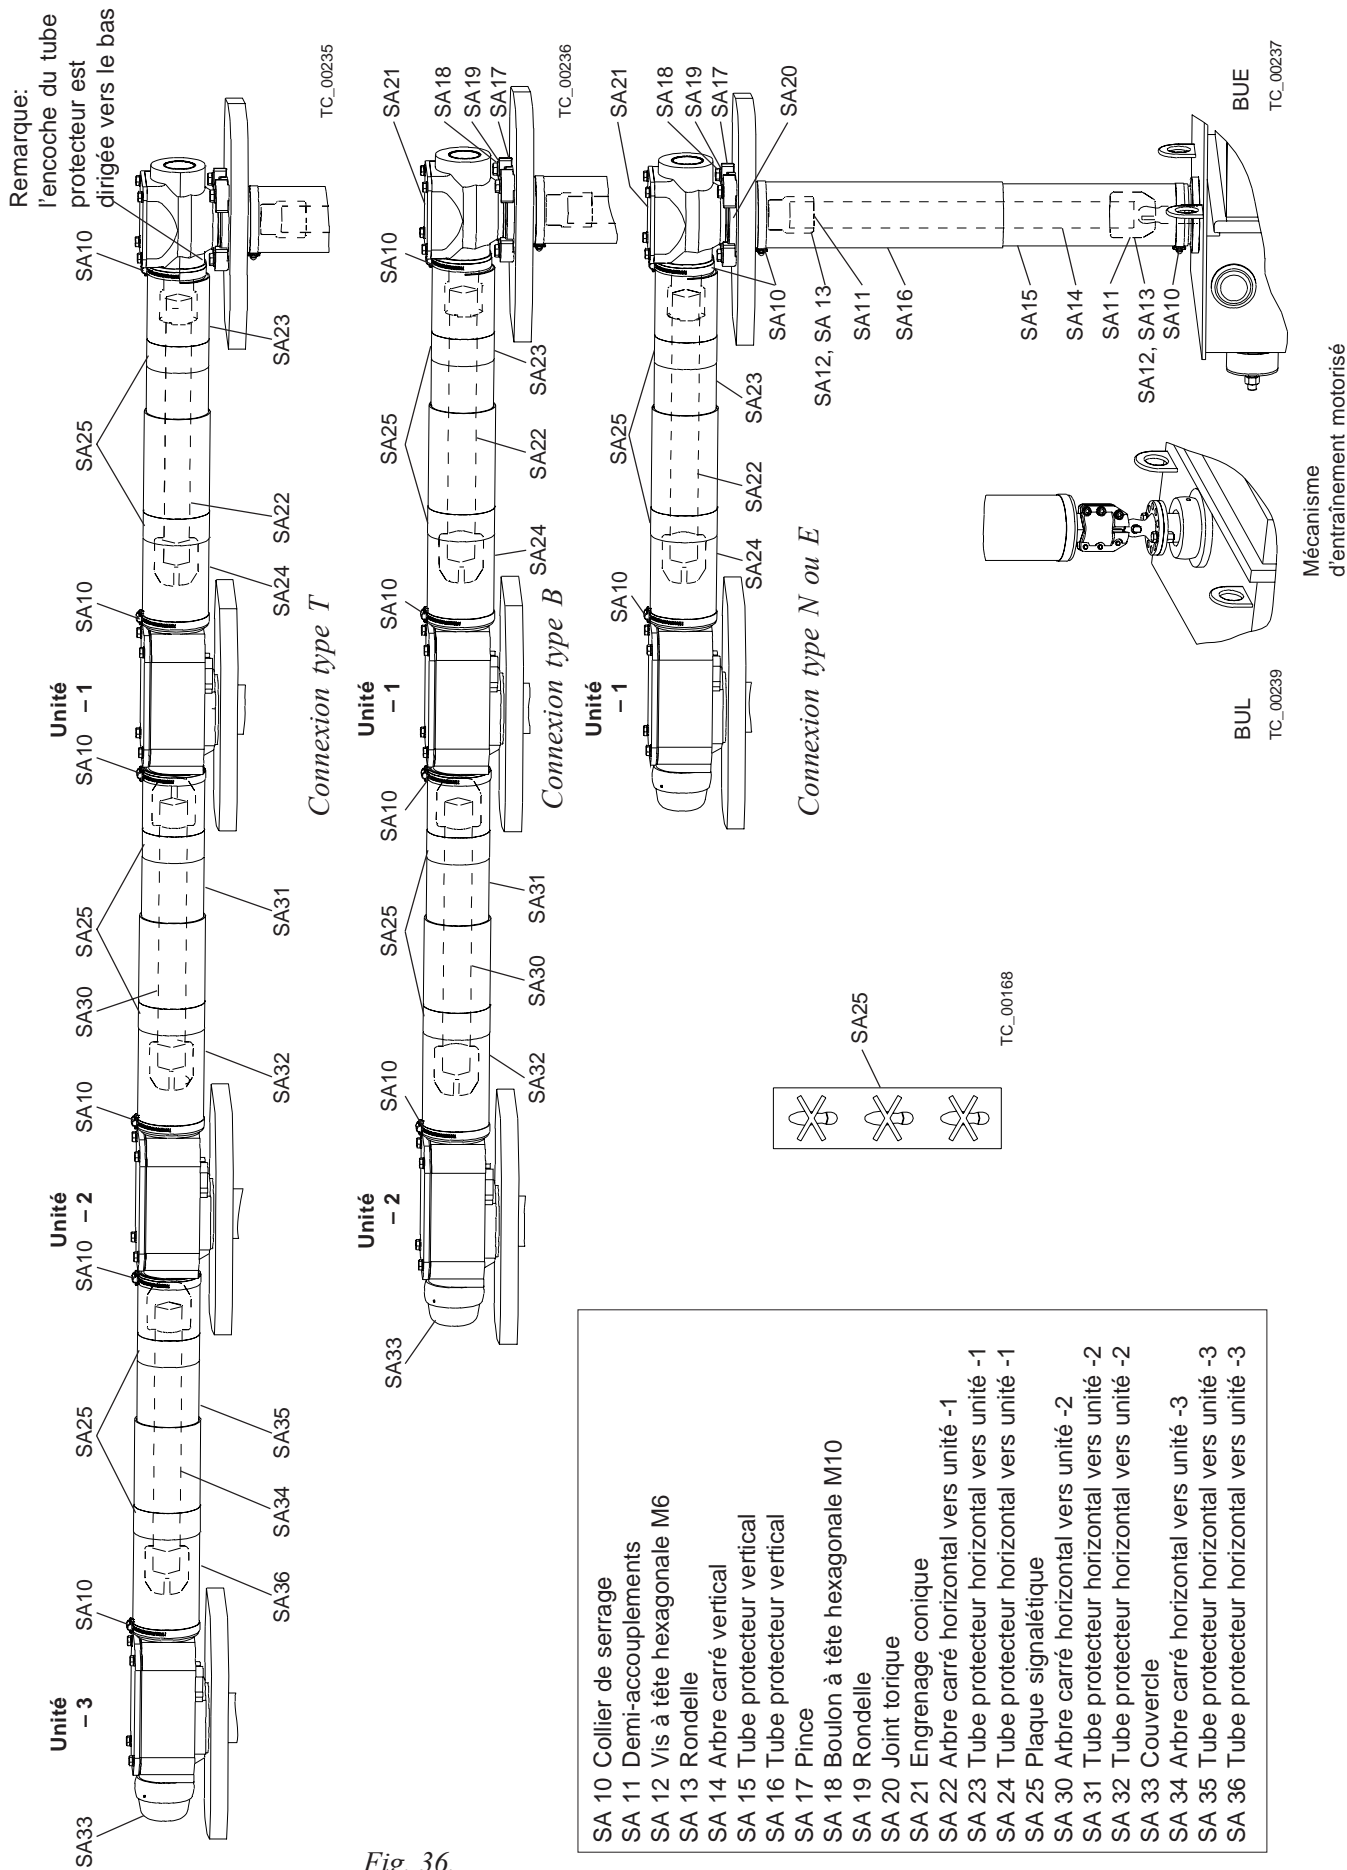

Fig. 36.
2. Installer l'engrenage conique SA 21 sur le bord du couvercle du transformateur (voir fig. 36).
1. Monter l'engrenage conique SA21 sur le transformateur au moyen du joint torique SA20, de quatre pinces SA17, des écrous M10 à tête hexagonale SA18 et des rondelles SA19 (voir fig. 36).
Les instructions qui suivent s'appliquent au montage des arbres de transmission et tubes protecteurs pour les changeurs de prises en charge constitués de deux unités du type UCG.B/UCL.B. La phase du changeur de prises en charge la plus proche du mécanisme d'entraînement est appelée unité **-1**, la seconde, unité **-2** (voir fig. 36).